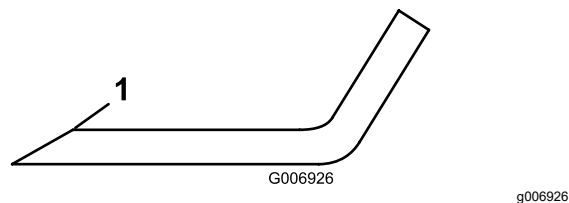

**Рисунок 75**
3. Осторожно проверьте режущие кромки ножей, особенно в точке соединения плоской и изогнутой частей ножа (Рисунок 75).